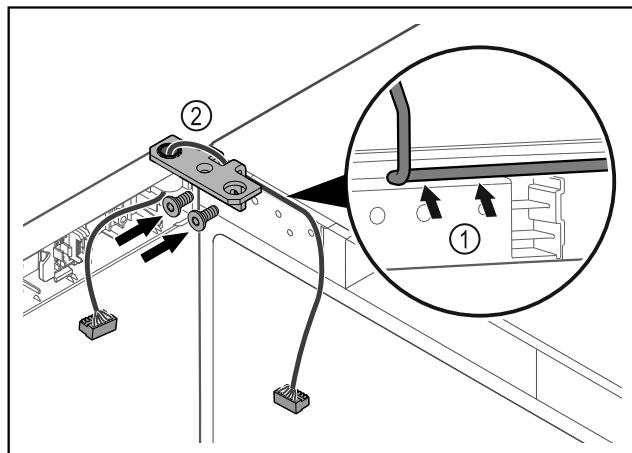

Fig. 45
- Кабель провести через віймку шарнірного кутика і обережно прокласти Fig. 45 (1).
- Накрутити шарнірний кутик Fig. 45 (2).